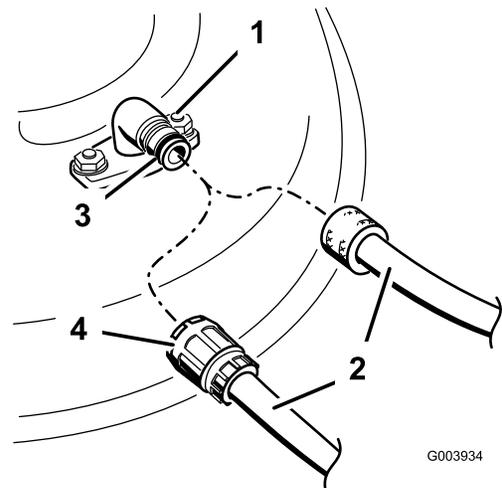

Figura 76
- Montate il manicotto del tubo flessibile sul raccordo di lavaggio del tosaerba, quindi aprite il rubinetto per erogare un getto forte (Figura 76).